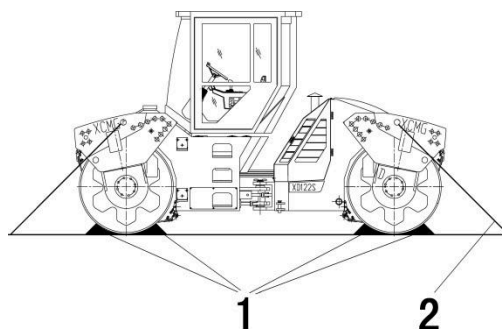

Рис. 4-2 Транспортировка дорожного катка
Заблокируйте передние и задние колеса упорами (1) для предотвращения скольжения. Зафиксируйте машину на трале с помощью тросов (2) (Рис. 4-2).